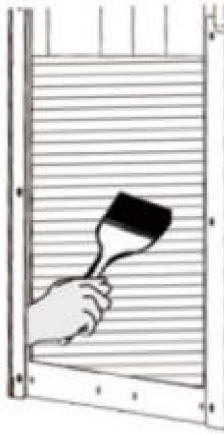

Abb.20
3. Sicherheitsschutzteile demontieren. Staub von der Kondensatoroberfläche bürsten mit trockenem Pinsel wie Abb. 20